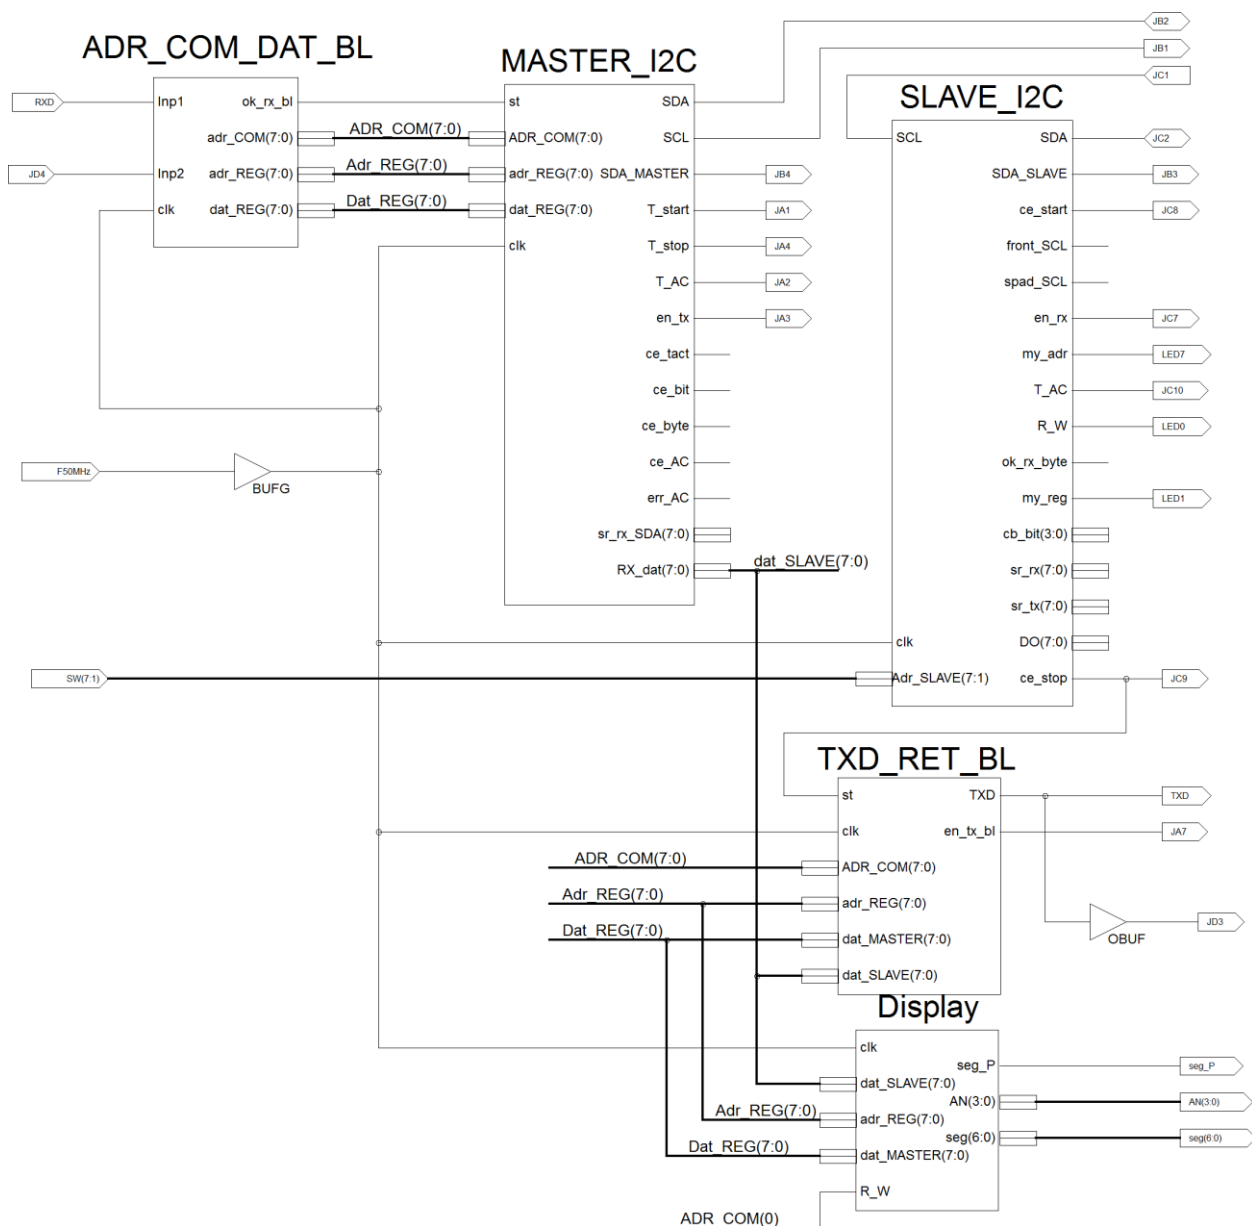

Рис. 8 Лист схемы лабораторной работы Lab408
6.6 Создать лист схемы (Schematic) S_Sch_Lab408 или модуль V_Sch_Lab408. Из созданных модулей (для V_Sch_Lab408) или символов ADR_COM_DAT_BL (для S_Sch_Lab408), TXD_RET_BL, MASTER_I2C, SLAVE_I2C и Display составить модуль (приложение 7.6) или лист схемы (рис. 8) лабораторной работы. Для составленной схемы S_Sch_Lab408 или V_Sch_Lab408 создать (Implementation Constraints File) файл Sch_Lab408.ucf (см. приложение 7.4).